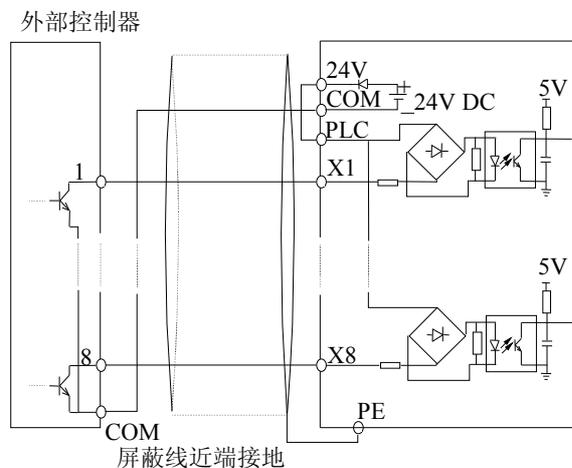

图 2-16 使用变频器内部+24V电源的源极连接方式
1) 使用变频器内部+24V电源，外部控制器为NPN型的共发射极输出的连接方式，如图2-16所示。